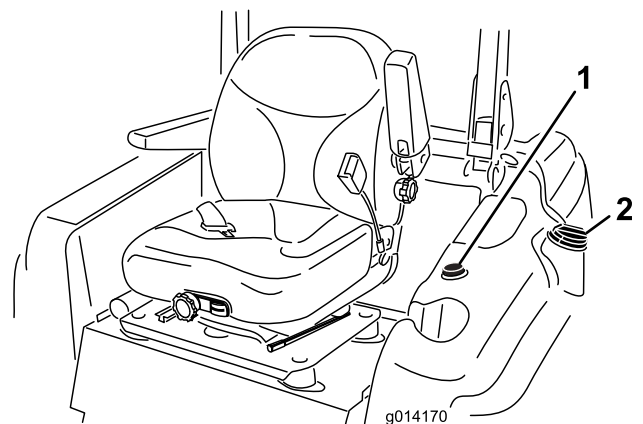

Bild 12
2. Reinigen Sie den Bereich um den Tankdeckel und nehmen Sie den Deckel ab (Bild 12).